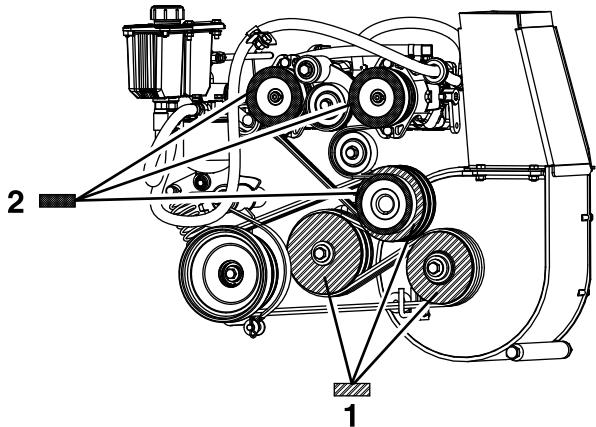

Figura 57
- Midiendo desde la polea del soplador como punto de partida, mueva el motor y el eje secundario hasta que las superficies traseras de las tres poleas queden alineadas con una tolerancia de 0,8–1,6 mm (1/32" a 1/16") (Figura 57).
- Usando una regla, alinee cada polea de la bomba con la polea del motor deslizándola por el eje de la bomba (Figura 57).